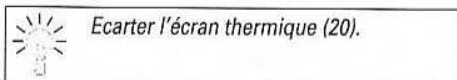

FIG.20
- les vis (17) (Fig.20),
- le tendeur (16).